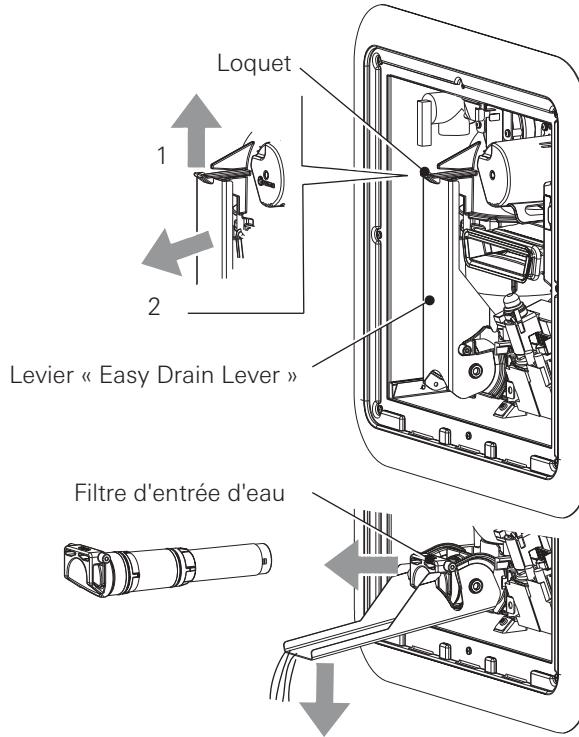

Fig. 4a
5. Enlevez le filtre d'entrée d'eau comme indiqué dans la Fig. 4a et nettoyez-le avec de l'eau propre.